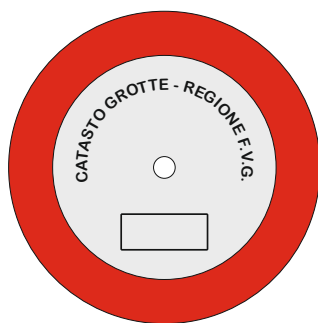

Fig. 1: Targhetta versione 2011
**ATTENZIONE:** per il momento non sono disponibili le targhette con nuova dicitura (Fig. 2). Saranno quindi posizionate le targhette versione 2011 (Fig. 1) fino a esaurimento delle stesse.